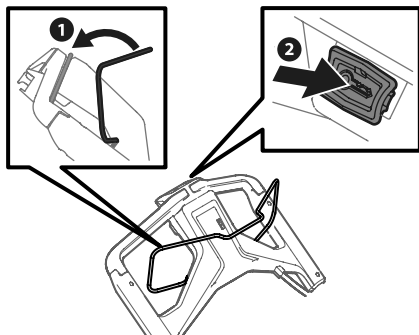

Figure 13
1. Placez-vous derrière l'appareil et serrez la commande de la lame contre la partie supérieure du guidon (Figure 13).